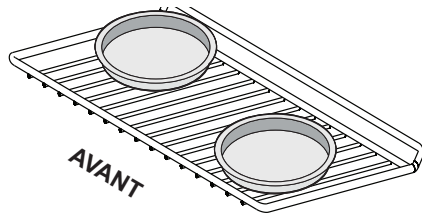

Figure 16: Cuisson sur une seule grille
- Lorsque vous cuisinez avec une seule grille de four, positionnez l'ustensile de cuisson comme illustré à la Figure 16. Laissez un espace d'au moins 5 cm (2 po) entre les plats pour permettre à l'air de bien circuler.